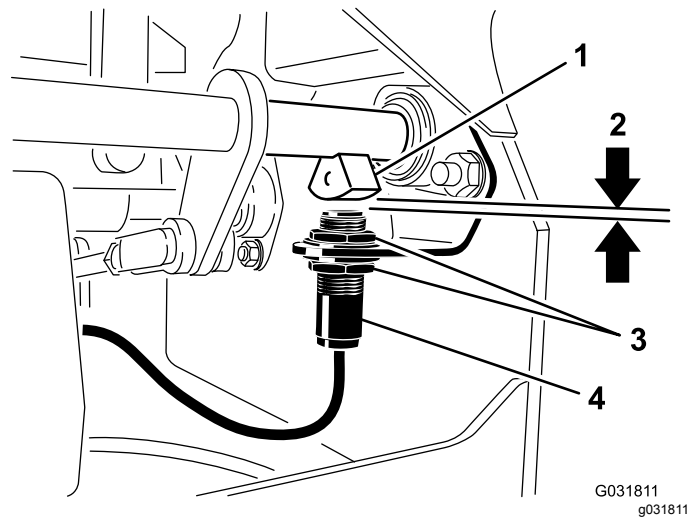

图44
- 4. 在支架上上下移动开关直至制动轴传感器与开关柱塞之间的距离达到 4mm 如图44 所示。